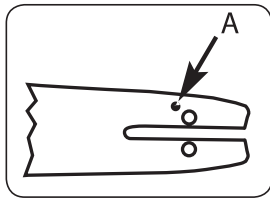

Abb. 3A
**ACHTUNG:** Verwenden Sie immer nur die Originalschiene mit Öldurchlass (A), damit die Schiene und die Kette mit Öl versorgt werden (Abb. 3A).